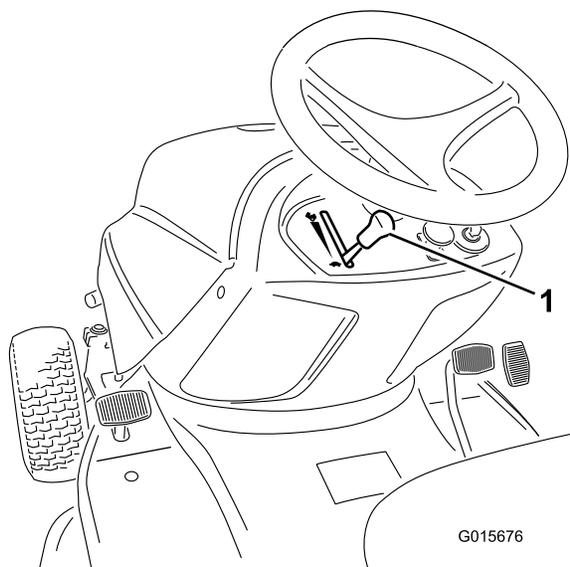

Figura 11
5. Per avviare il motore a freddo spostate completamente in alto la leva di comando dell'acceleratore, in posizione Starter (Figura 11).
6. Portate la leva di comando dell'acceleratore in posizione Slow (tartaruga) (Figura 11).
1. Portate la leva di comando dell'acceleratore in posizione Slow (tartaruga) (Figura 11).